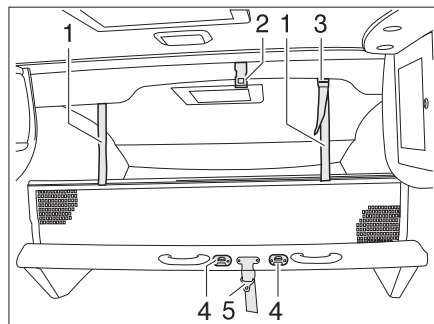

Fig. 150 Lit escamotable manuel
- Verrouiller le lit escamotable au plafond (Fig. 150,2) avec la sangle de sécurité (Fig. 150,5).
- L'échelle de montée doit être accrochée par les deux étriers aux crampillons (Fig. 150,4) se trouvant sur le lit escamotable.
- Faire s'enclencher les sangles de retenue (Fig. 150,1) dans les œillets du plafond (Fig. 150,2).